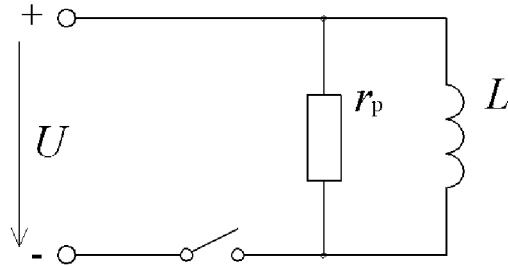

Рис. 5.7
5.1.44. Какую из перечисленных величин: а) ЭДС самоиндукции катушки при включении; б) ток катушки при выключении; в) ток катушки при включении; г) ЭДС самоиндукции катушки при отключении - ограничивает разрядное сопротивление  $r_p$  в электрической схеме, представленной на рис. 5.7? Пояснить.